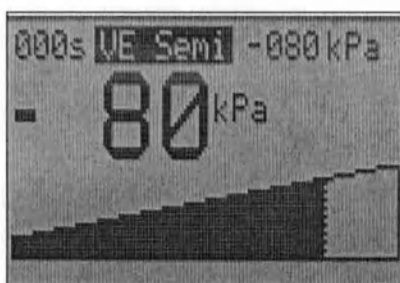

Рис.23. Режим VE Semi после достижения конечного вакуума
- Достижение конечного вакуума сигнализируется с помощью звукового сигнала (длинный сигнал с одним коротким перерывом). Индикация времени стоит на 0с (рис.23). Конечный вакуум сохраняется.